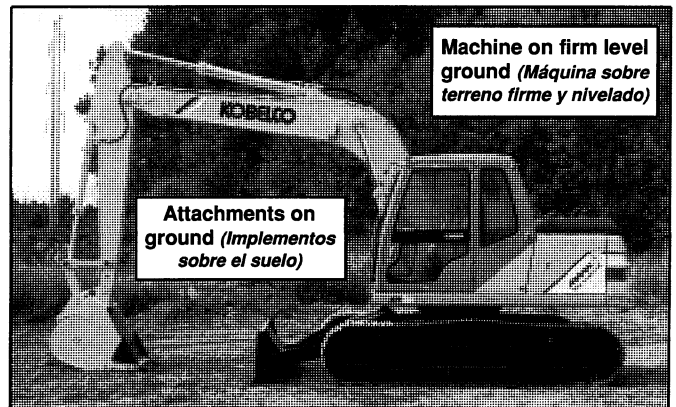

FIG. 3A
A. Move the machine to firm level ground. Place the attachments on the ground as indicated in Fig. 3A.
(*Mueva la máquina hacia terreno firme y nivelado. Posicione los implementos sobre el suelo, tal como lo indica la Fig. 3A*)
<p>SUDDEN MOVEMENT OF THE MACHINES &/OR ITS ATTACHMENTS CAN CAUSE INJURY OR DEATH. MAKE SURE TO GROUND THE TOOLS, AND PLACE THE SAFETY LOCK LEVER IN ITS LOCKED AND UP POSITION BEFORE LEAVING THE CAB TO PREVENT SUDDEN MOVEMENT OF MACHINE AND/OR ITS ATTACHMENTS, SEE FIG. 3A & 3C. (PARA PREVENIR CUALQUIER MOVIMIENTO DE LA MAQUINA, SIEMPRE POSICIONE LOS IMPLEMENTOS SOBRE EL SUELO Y LEVANTE LA PALANCA DE SEGURIDAD ANTES DE SALIR DE LA CABINA (Ver Fig. 15). SI NO LEVANTA LA PALANCA DE SEGURIDAD ANTES DE SALIR DE LA CABINA, CORRE CON EL RIESGO DE MOVER LA MAQUINA Y/O SUS IMPLEMENTOS REPENTINAMENTE CAUSANDO UN ACCIDENTE).</p>